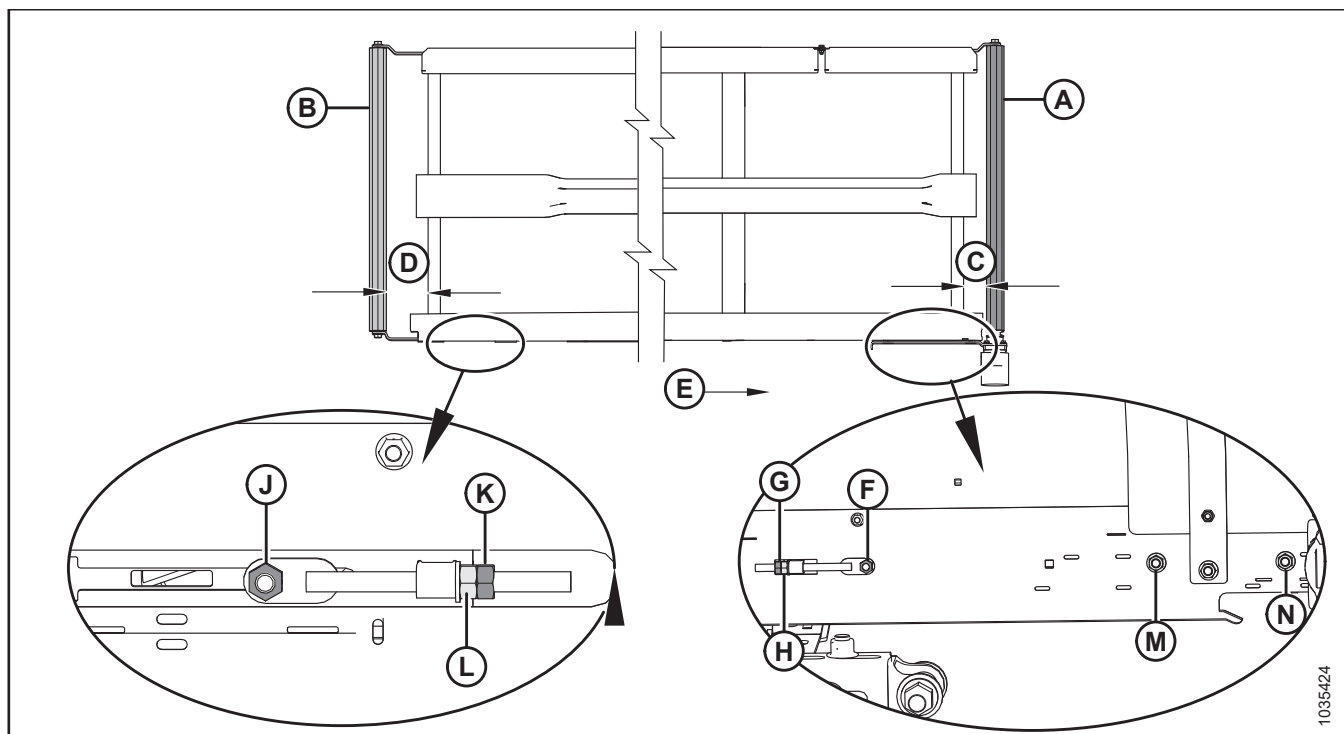

Рисунок 4.233: Регулювання ходу полотна — ліве полотно
2. Відрегулюйте приводний ролик (А), щоб змінити С (див. таблицю 4.2, стор. 423 та рисунок 4.233, стор. 423) таким чином:
- a. Ослабте гайки (F), (M) і (N) та контргайку (G).
- b. Поверніть регулювальну гайку (H).
- c. Затягніть гайки (F), (M) і (N) та контргайку (G).
3. Відрегулюйте натяжний ролик (В), щоб змінити D (див. таблицю 4.2, стор. 423 та рисунок 4.233, стор. 423) таким чином:
- a. Ослабте гайку (J) і контргайку (K).
- b. Поверніть регулювальну гайку (L).